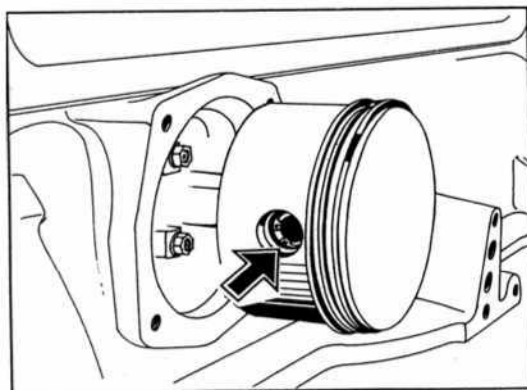

РИС. 121
- 3) Снимите пружинное стопорное кольцо поршневого пальца при помощи круглогубцев (рис. 121).